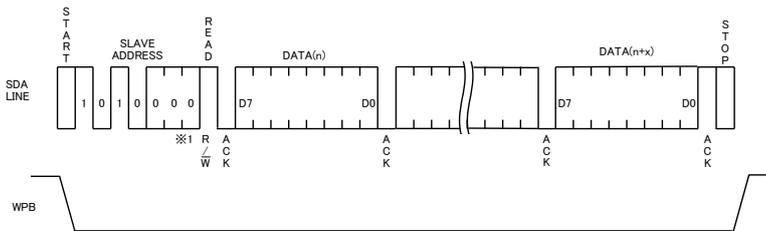

Figure 46. シーケンシャルリードサイクル(PORT1~3)
- D0 後の ACK 信号“LOW”が検出され、且つマスター(μ-COM)側からストップコンディションが送られて来ない場合、次のワードアドレスのデータを引き続き読み出すことができます。[2Kbit(256 ワード)すべて読み出し可能](Figure 46、シーケンシャルリードサイクルを参照にしてください。)
- D0 後の ACK 信号“LOW”が検出され、且つマスター(μ-COM)側からストップコンディションが送られて来ない場合、次のワードアドレスのデータを引き続き読み出すことができます。[2Kbit(256 ワード)すべて読み出し可能](Figure 46.シーケンシャルリードサイクルを参照してください。)